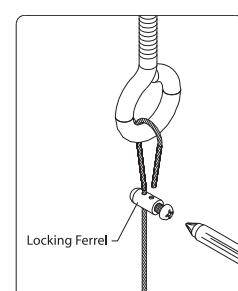

Figure 8
Slightly loosen screws on cable assembly (do not remove screws) and remove short end of cable from locking ferrel and thread through hook opening. Re-insert cable back into locking ferrel and tighten screws securely. (see Fig. 8)
Usando gancho de estilo abierto- Ligeramente suelte el tornillo en el lado del cable corto (no quite el tornillo) y quite el cable del ferre de cierre y encamine por la apertura del gancho. Inserte el cable de nuevo en el ferre y apriete el tornillo bien asegurado. (vea Fig. 8)
- Si un crochet style fermé est employé : Dévisser légèrement la vis du côté court du câble (ne pas l'enlever au complet) et retirer le câble de la ferrure de blocage puis l'enfiler dans l'ouverture du crochet. Remettre le câble dans la ferrure de blocage et visser solidement la vis. Voir la fig. 8.